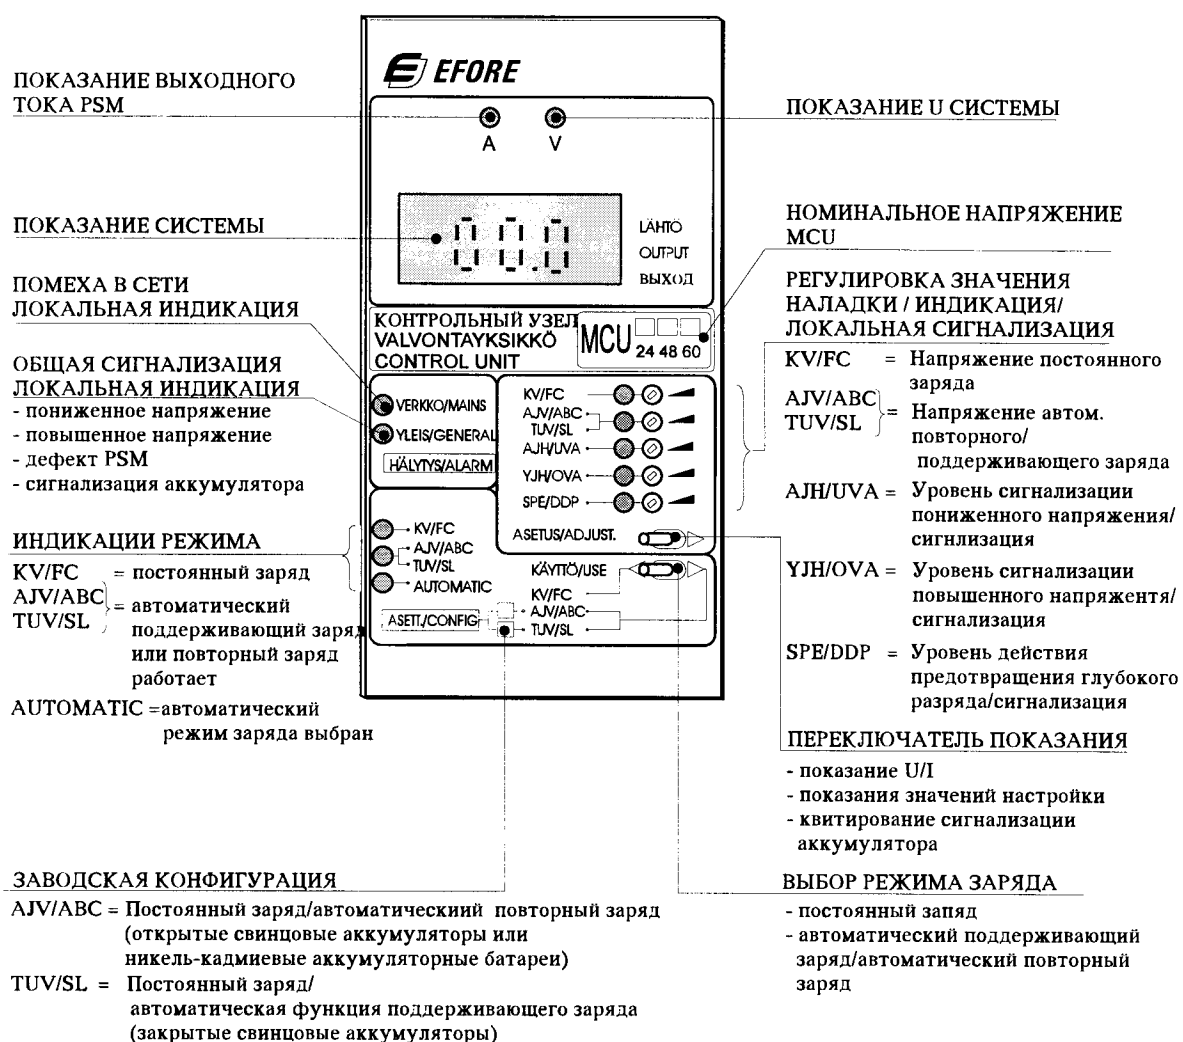

Рисунок 13. Пользование блоком управления
Переключать установочный выключатель, рисунок 13, пока СИД не покажет YJH. Снять значение напряжения на измерителе ЛАНТО (выход) и отрегулировать его при помощи находящегося рядом регулятора на меньшее значение, чем напряжение постоянного заряда. Проверить срабатывание сигнализации СИД YLEIS и СИД YJH. Измерить при помощи омметра с платы выхода сигнализации A3 (5), работает ли дистанционная сигнализация OV, разъем X2 (9-10). Отрегулировать уровень сигнализации повышенного напряжения до первоначального значения.
Переключать установочный выключатель, рисунок 13, пока СИД не покажет AJH. Снять значение напряжения на измерителе ЛАНТО и отрегулировать его с помощью находящегося рядом регулирующего устройства на большее значение, чем напряжение постоянного заряда. Подождать 5...60 сек (задержка сигнализации о пониженном напряжении) пока включатся сигнализации СИД YLEIS и СИД AJH. С платы выхода сигнализации A3 (5) измерить с помощью омметра, работает ли дистанционная сигнализация OV, разъем X2 (7-8). Отрегулировать уровень сигнализации пониженного напряжения до первоначального значения.